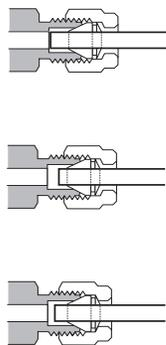

Figura 28. Conexión finalizada
- 10 Se muestran conexiones correcta e incorrectamente ensambladas en la **Figura 28**. Observe que el extremo de la tubería en una conexión correctamente ensamblada no está aplastado y no interfiere en la acción de las férrulas.